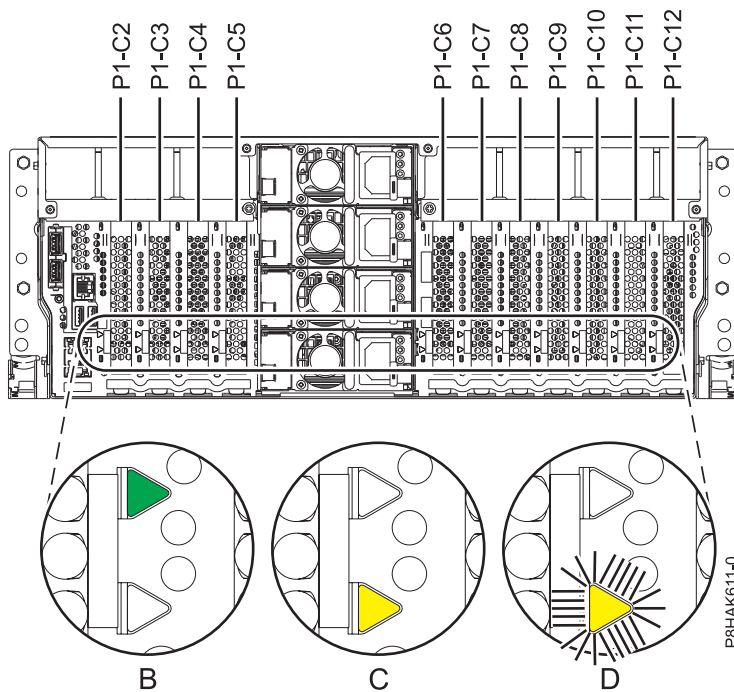
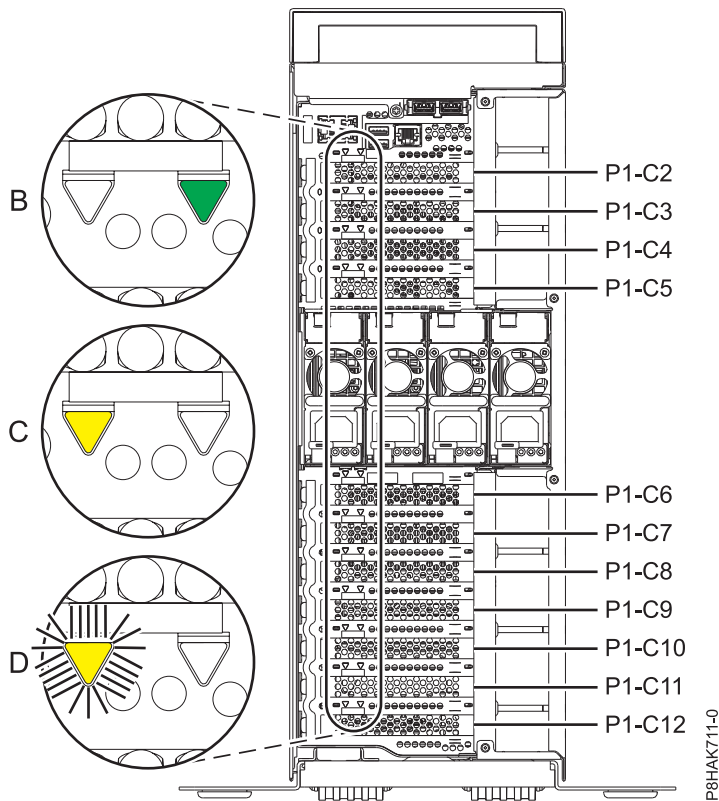

Figura 68. Ubicaciones de la ranura del adaptador PCIe y ubicaciones de los LED en un sistema montado en bastidor
Figura 69. Ubicación de la ranura del adaptador PCIe y de los LED en un sistema 8286-41A autónomo
Si está prestando servicio técnico para un adaptador PCIe anómalo, busque el LED ámbar parpadeante del adaptador PCIe anómalo para identificarlo. Consulte la Figura 68 y la Figura 69 en la página 79 que muestran el estado de los LED. Tenga en cuenta que el LED ámbar del adaptador PCIe anómalo está **parpadeando**, como se muestra en (D) en la Figura 68 y la Figura 69 en la página 79.
Atención: Si el adaptador PCIe está funcionando correctamente, el LED de actividad está **encendido** (verde) y el LED de error ámbar está **apagado**, como se muestra en (B) en la Figura 68 y la Figura 69 en la página 79. No intente extraer el adaptador PCIe en funcionamiento.